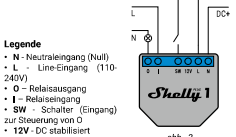

abb. 3
1. Anschluss an das Stromnetz mit Stromversorgung 110-240 V AC (Abb. 1) oder 24-240 V DC Anschluss an das Stromnetz (Abb. 2) oder 12 V DC (Abb. 3)